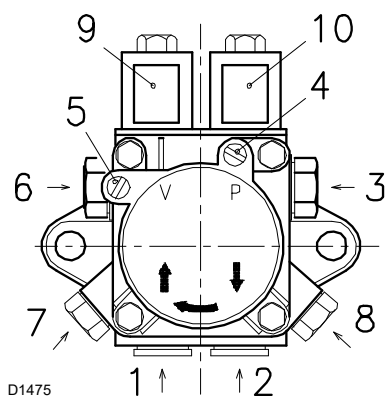

Fig. 17
Legendă (Fig. 17)
- Pentru ca pompa să se aprindă automat, este esențial să slăbiți unul dintre șuruburile 4-8) (Fig. 17) pompei pentru a evacua aerul conținut în conducta de aspirație.